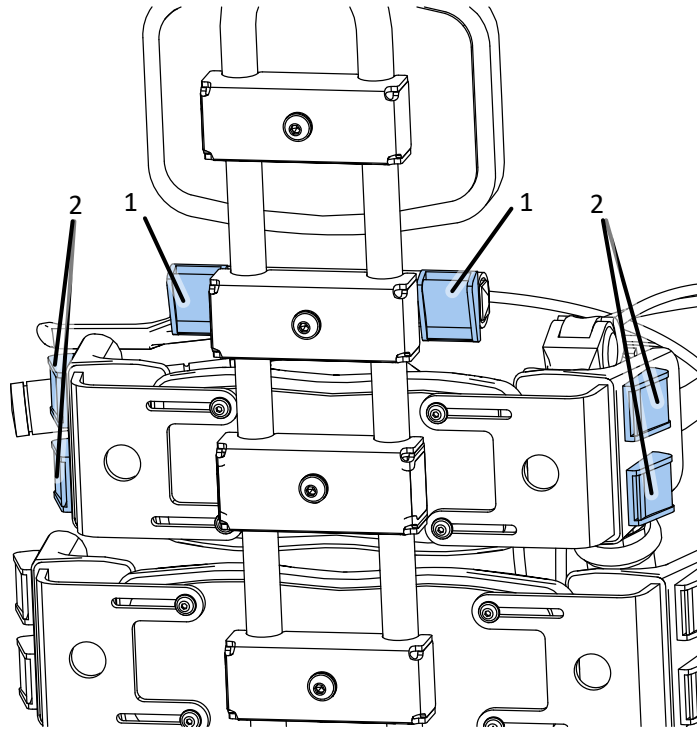

Abb. 27
Die Weste dient zur Unterstützung des Rumpfes im Brustbereich. Sein Zweck ist es, den Brustkorb zu den Pelloten zu spannen. Er ist mit Gurten ausgestattet, die an den Klemmschnallen (1) der Brustpelloten und den Klemmschnallen (2) des Universalhalters befestigt sind. Abb. 27